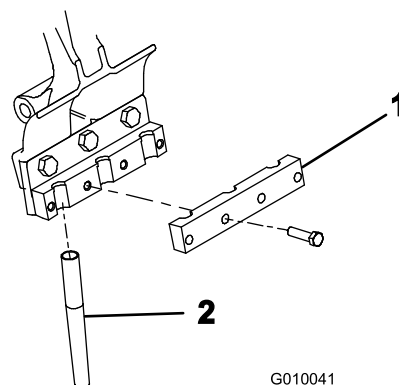

図 24
4. 各タインホルダーにタインクランプを仮止めする ; 3/8 x 1-1/2 in ボルト 4 本を使用する (図 24) 。この時点ではまた本締めしないこと。